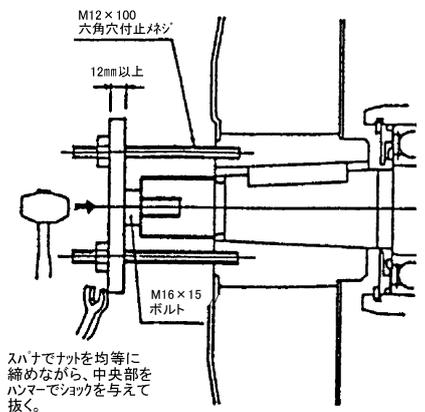

図 9-8
9.3.6 ベアリングケース（図 9-8、9、10）
- ・ ドラムに M12 のタップ穴がありますので右図の要領でドラムを取り外してください。(図 9-8)